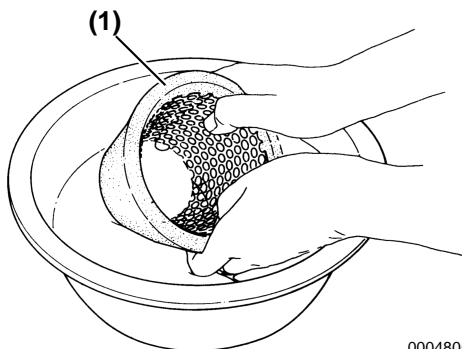

Figure 10
2. Enlevez l'élément (**Figure 10, (1)**). Nettoyez l'élément et le boîtier avec un détergent neutre.